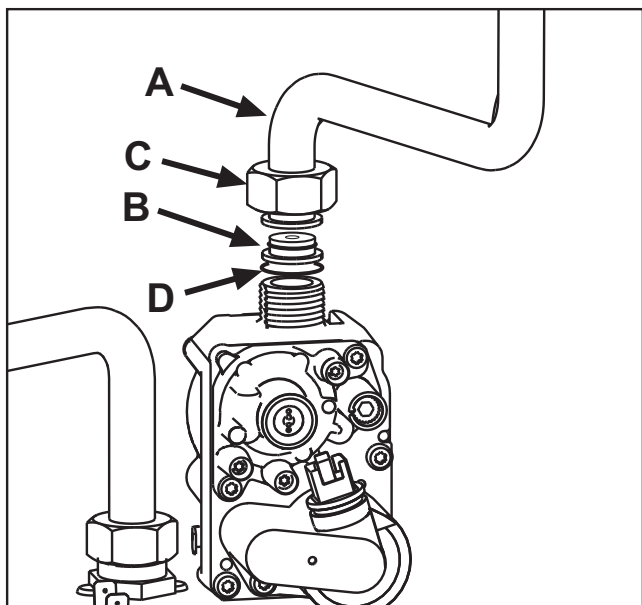

fig. 23
- Desenrosque la tuerca C y desconecte el tubo A de la válvula del gas (fig. 23).
- Reemplace el inyector B del tubo del gas por el que se incluye en el kit de transformación, interponiendo la junta D (fig. 23).